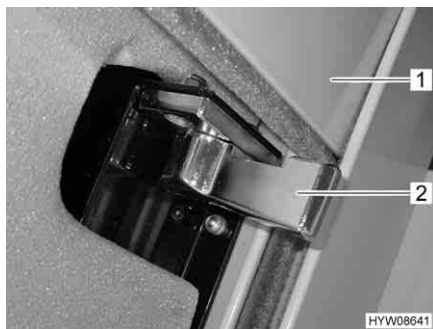
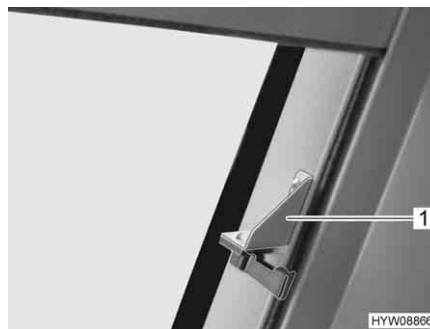

Fig. 56 Chiusura di sicurezza (oscurante a rullo)
Fig. 57 Chiusura di sicurezza aggiuntiva (oscurante a rullo)
- Sui entrambi i lati, ruotare spingendo in avanti le chiusure di sicurezza (Fig. 56,2 o Fig. 57,1).
- Premere e tenere premuto il pulsante basculante (Fig. 58,1 o Fig. 59,1), finché l'oscurante a rullo (Fig. 56,1) ha raggiunto la posizione desiderata.
- Premere e tenere premuto il pulsante basculante (Fig. 58,1 o Fig. 59,1) finché l'oscurante a rullo (Fig. 56,1) ha raggiunto la posizione più alta.
- Su entrambi i lati, ruotare spingendo all'indietro la chiusura di sicurezza (Fig. 56,2 o Fig. 57,1).